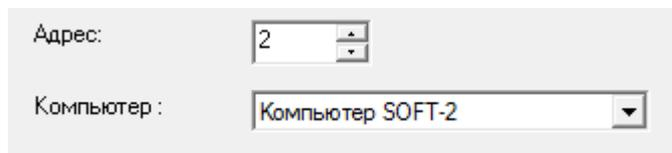

Рисунок 18 — Настройка свойств монитора
- Для **Монитора** - в список Адрес введите номер монитора, соответствующий выходу видеокоммутатора, к которому он подключен. В списке Компьютер вы можете выбрать компьютер (рабочее место), за которым должен быть закреплен этот монитор (рисунок 18).